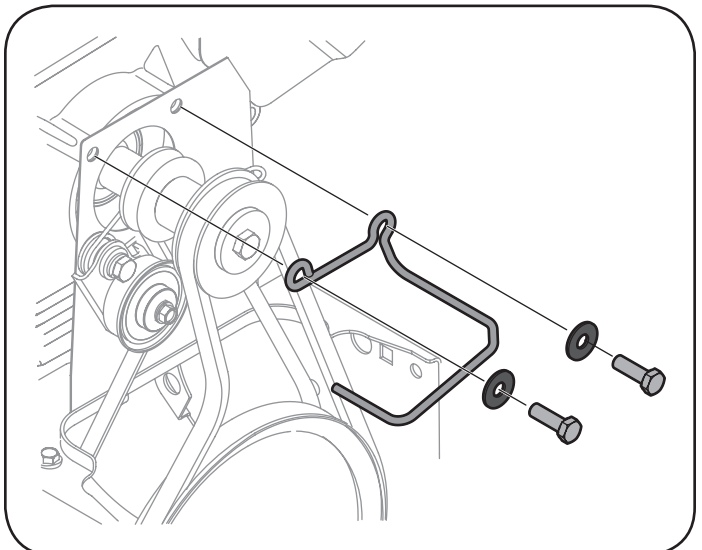

Figura 28
3. Afloje y retire los dos tornillos y arandelas planas que aseguran la guía de la correa. Vea la Figura 28. Retire la guía de la correa.